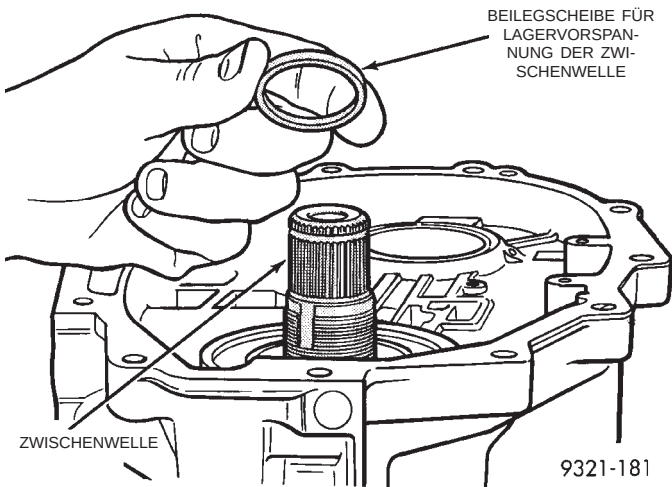

Abb. 330 Beilegschibe für Lagervorspannung der Zwischenwelle auflegen
(41) Beilegscheibe für Lagervorspannung der Zwischenwelle einlegen (Abb. 330). Nach Möglichkeit dieselbe Beilegscheibe verwenden, die beim Zerlegen des Getriebes ausgebaut wurde. Falls die originale Beilegscheibe nicht mehr vorhanden ist, die dickste Beilegscheibe als Ausgangspunkt für den Einstellvorgang verwenden. Die erhältlichen Scheiben sind in der Tabelle "Beilegscheiben/Zwischenwelle hinten" aufgeführt.
(42) Hinteres Kegelrollenlager der Zwischenwelle montieren. Kegelrollenlager mit Spezialwerkzeug MD998805 auf die Zwischenwelle pressen.
(43) Stützvorrichtung (Spezialwerkzeug 6595) für Zwischenwelle abbauen.